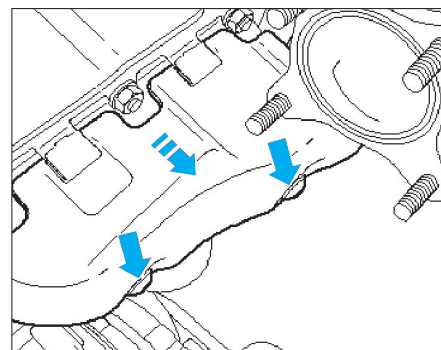

Fig. 55
- Déposer les vis de fixation de la tôle calorifuge et la retirer en respectant le sens des flèches (Fig.55).